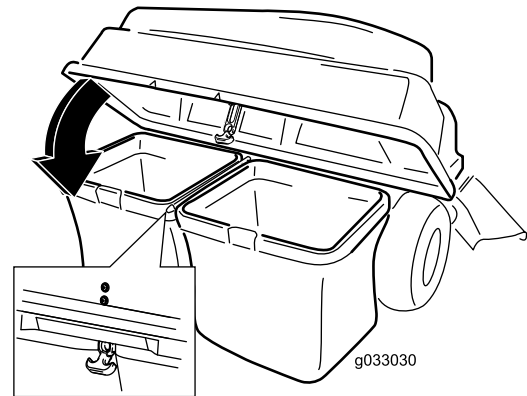

Figure 15
5. Abaissez le couvercle du système de ramassage sur les bacs (Figure 15).